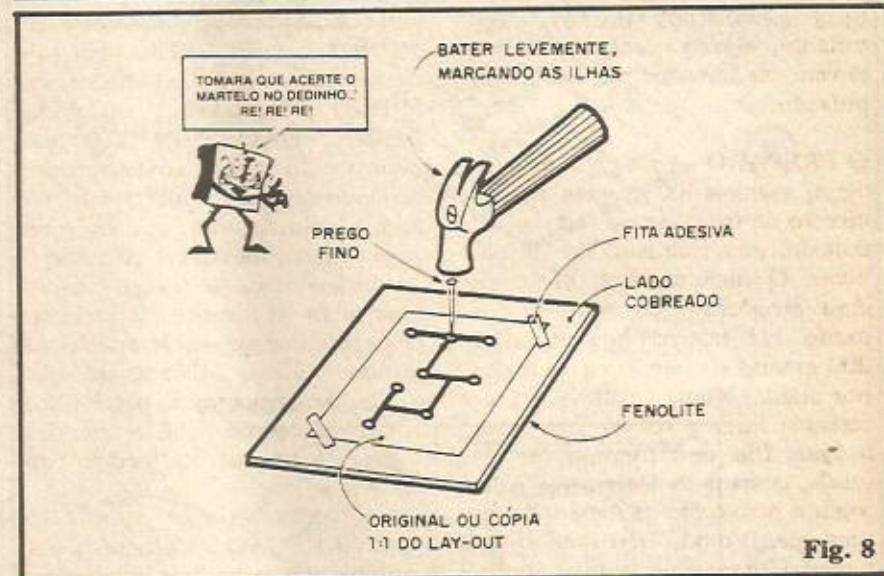
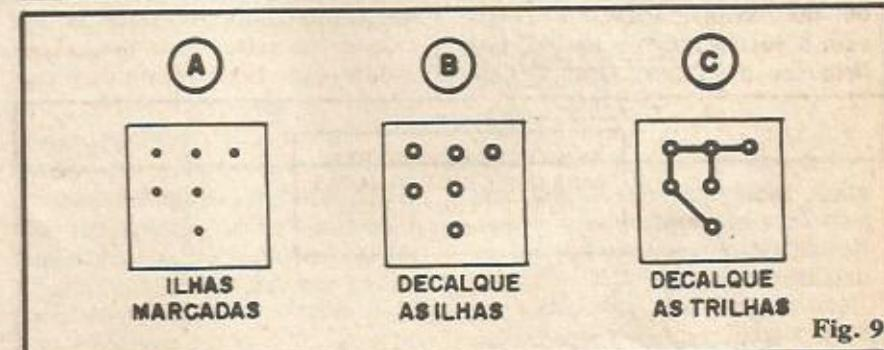

Fig. 8
Fig. 9
- FIG. 8 - Existe um método alternativo para a cópia e traçagem ("transferência") do lay out de um Circuito Impresso sobre a face cobreada de uma placa de fenolite virgem. Nesse caso, não é usado o carbono, bastando, inicialmente, fixar o original (ou cópia xerográfica 1:1) do dito lay out sobre a
- FIG. 9-A - Terminada a marcação (com prego e martelo - fig. 8) de todas as ilhas, removendo-se o lay out, a face cobreada da placa se apresentará com todos os centros de ilhas claramente indicados. A placa (lado cobreado) deve então receber uma limpeza muito bem feita, conforme já foi explicado, com acetona e palha de aço, até ficar brilhante. Nada de "por o dedão" sobre a face cobreada, depois dessa limpeza...
- FIG. 9-B - A implementação desse método alternativo de "transferência" exige a aquisição de DECALQUES específicos (são encontrados na maioria dos varejistas de Eletrônica), cuja aplicação é idêntica à da conhecida "Letraset" (caracteres decalcáveis ou transferíveis por pressão, originalmente dispostos num substrato de poliéster). Na aquisição desses DECALQUES, o Leitor/Aluno deve levar em conta as dimensões originais de ilhas e pistas (diâmetros e larguras, respectivamente), procurando obter as folhas cujos padrões obedecem aos tamanhos requeridos... Levando à loja o original ou uma cópia do lay out, o balconista terá condições de indicar com precisão quais os DECALQUES necessários... Obtido esse material, decalque ou transfira, inicialmente, apenas as ILHAS, centrando-as pelas marquinhas inicialmente feitas com prego e martelo (fig. 8 e 9-A). Para que não surjam problemas dimensionais depois, é IMPORTANTE que o furinho central de cada ilha do DECALQUE coincida perfeitamente com a marquinha feita pelo prego, no respectivo ponto. Obedecer também as dimensões relativas: se determinada ilha, no lay out, for de maior diâmetro do que as outras, as medidas da ilha decalcada deverão corresponder a esse dimensionamento...
- FIG. 9-C - Decalcadas as ilhas (o que torna os pontos de intersecção e ligação muito mais claros e nítidos), é só aplicar os DECALQUES das pistas, simplesmente acompanhando com atenção o próprio chapeado (que deve ser reproduzido *fielmente*...). Notar que nessa fase também vale aquele "negócio" das dimensões relativas: onde a pista for mais grossa, assim deverão ser as dimensões do respectivo decalque, e assim por diante. Juntamente com as folhas dos DECALQUES adquiridos, o Leitor/Aluno encontrará sempre uma folha extra, de papel parafinado ou semelhante, que serve para promover a boa fixação das ilhas e pistas, após a transferência... A "coisa" funciona assim: depois de decalcado o padrão (a ilha ou pista, pela pressão do lápis ou caneta sobre o substrato de poliéster, "descola" desse substrato e "cola" na superfície cobreada da placa), aplica-se sobre as ilhas e pistas o tal papel parafinado e novamente riscase, sobre o papel, com lápis ou esferográfica, "pressionando" bem a ilha ou pista, de modo que sua adesão ao cobre seja perfeita, sem "bolhas" ou bordas "mal grudadas"...
fig. 8 ajudará a "guiar" a posição da broca, evitando "desvios"...). Já o perfurador manual, alimentado naturalmente, pela força da mão do operador, é uma ferramenta prática (e mais barata do que a furadeira elétrica). Parece um grampeador de papel, mas funciona como uma "mini-prensa", formada por uma matriz e um punção de metal forte, capazes de realizar furos perfeitos e sem resíduos... A placa não "escorrega" na furação com essa ferramenta (coisa que pode ocorrer com a mini-furadeira elétrica...). Qualquer que seja o método, o diâmetro dos furos geralmente fica em torno de 0,8 mm (no máximo 1 mm), salvo pontos especiais, ou de fixação (que podem ser furados com broca e furadeira elétrica convencional, bastando adequar o diâmetro...).